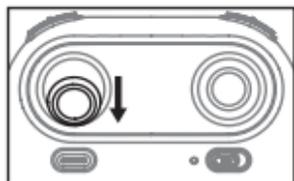
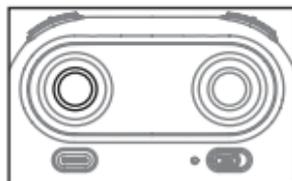

Bild 6
Bild 7
2. Schalten Sie den Sender ein, dann schieben Sie den linken Hebel ganz nach unten (Bild 6) und lassen diesen wieder los. Der linke Hebel geht automatisch zurück in die mittlere Position (Bild 7), dann ist der Sender für die Frequenz Paarung bereit.